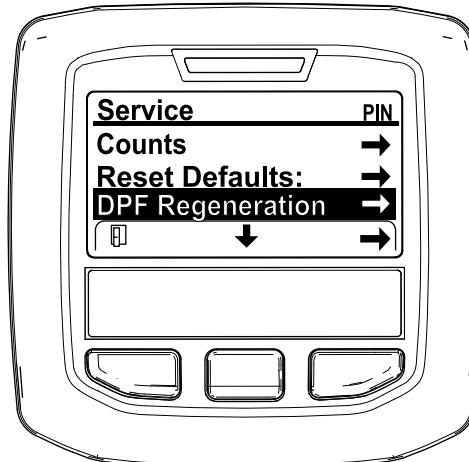

Figura 27
- No MENU DE MANUTENÇÃO, prima o botão do meio até surgirem as opções de REGENERAÇÃO DO DPF e prima o botão direito para selecionar a opção de REGENERAÇÃO DO DPF (Figura 27).